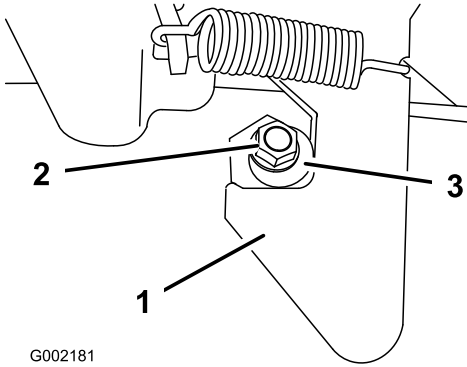

図 74
1. ラッチポストの端についているロックナットをゆるめる 図 74。
2. ラッチポストを右回りに回転させてラッチのフック部にちょうどはまるようにする 図 74。